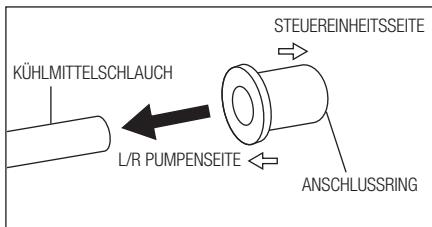

Abb.35
6) Bringen Sie den Anschlussring an der neuen Kühlmittelpumpe an. Achten Sie auf die Ausrichtung des Rings (Abb. 35).